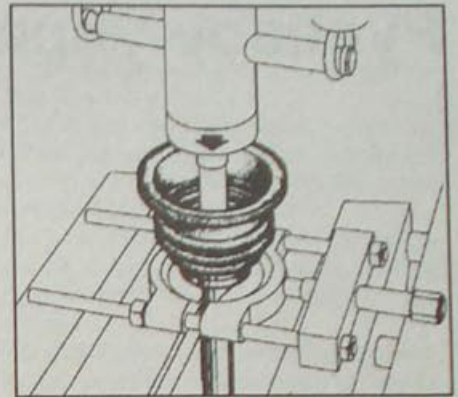

Рис. 8.26. Использование прессы для выдавливания приводного вала из подшипника и защитного чехла
- Прессом и специальным приспособлением выдавите приводной вал из подшипника и защитного чехла (рис. 8.26).